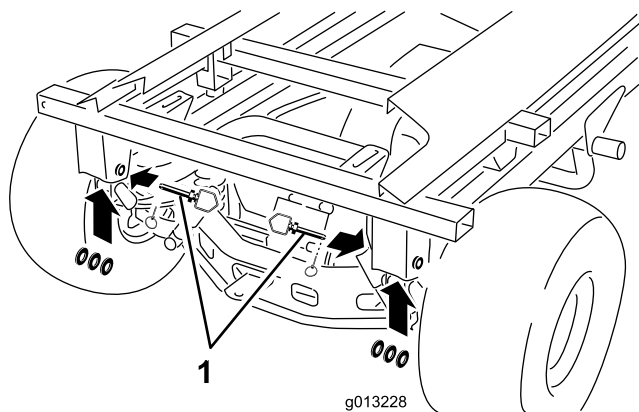

Figura 50
10. Rimuovete gli acciarini posteriori, i perni di traino e le rondelle (Figura 50).